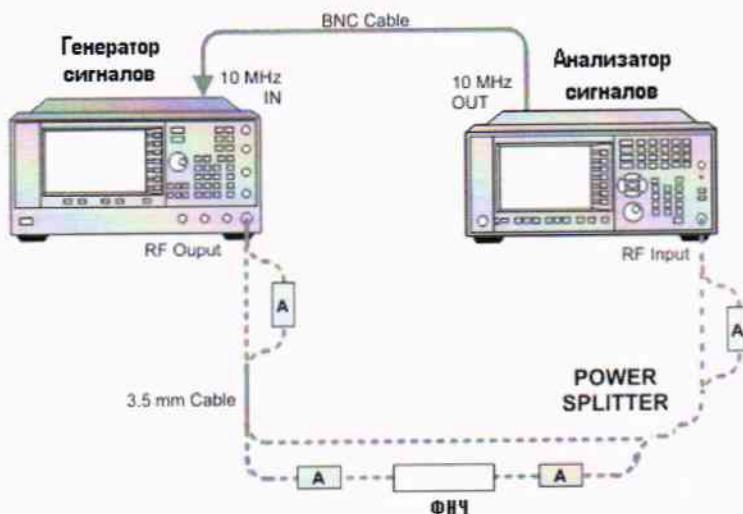

Рисунок 10
7.8.2 При измерении уровня второй гармоники необходимо использовать фильтры нижних частот, соответствующие частоте несущей. Подать на вход анализатора (рисунок 10) гармонический сигнал частотой  $f_1$  и измерить по отсчетному устройству уровень помехи на частоте  $2f_1$ .